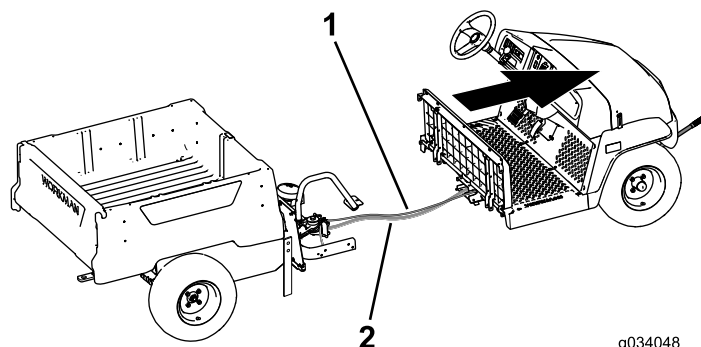

Figure 20
- Demandez à un assistant de vous aider à avancer la section avant pour l'éloigner de la section arrière (Figure 20).